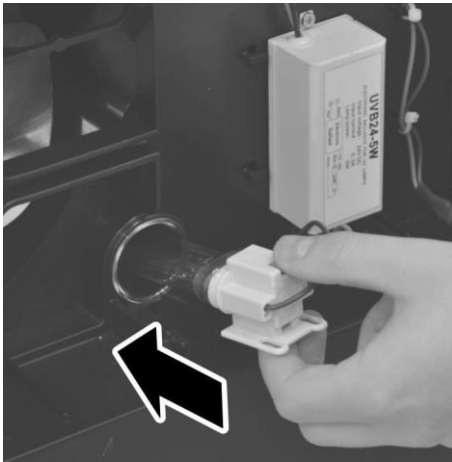

Abb. 37: UV-Lampe in die Öffnung schieben
- 6.** ▶ UV-Lampe und Fassung wieder in die Öffnung schieben (Abb. 37).